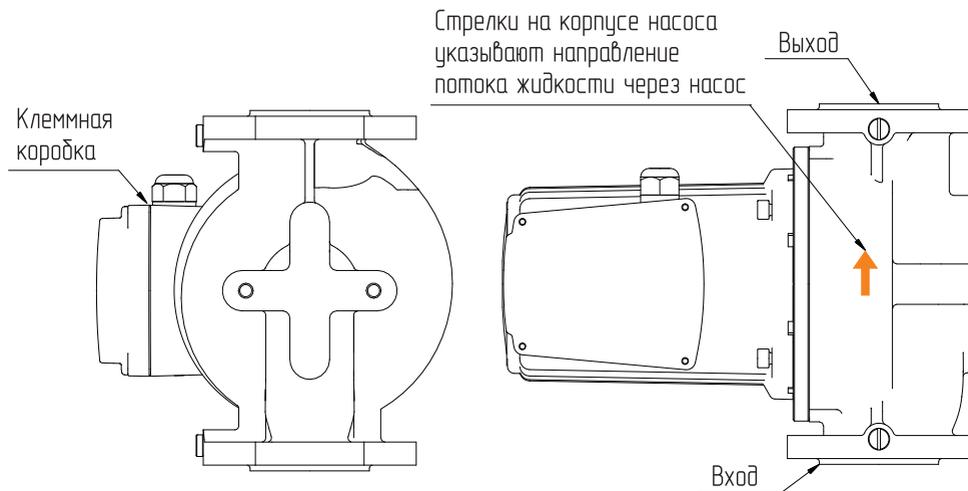

Рис.3 Положение циркуляционного насоса
- При монтаже насоса необходимо установить обратный клапан за насосом. Перед насосом рекомендуется устанавливать фильтр механической очистки. Стрелка на корпусе насоса указывает направление протекания рабочей жидкости (см. **Рис.3**);
Положение монтажной коробки, а также входа и выхода должно быть как показано на **Рис.3**.